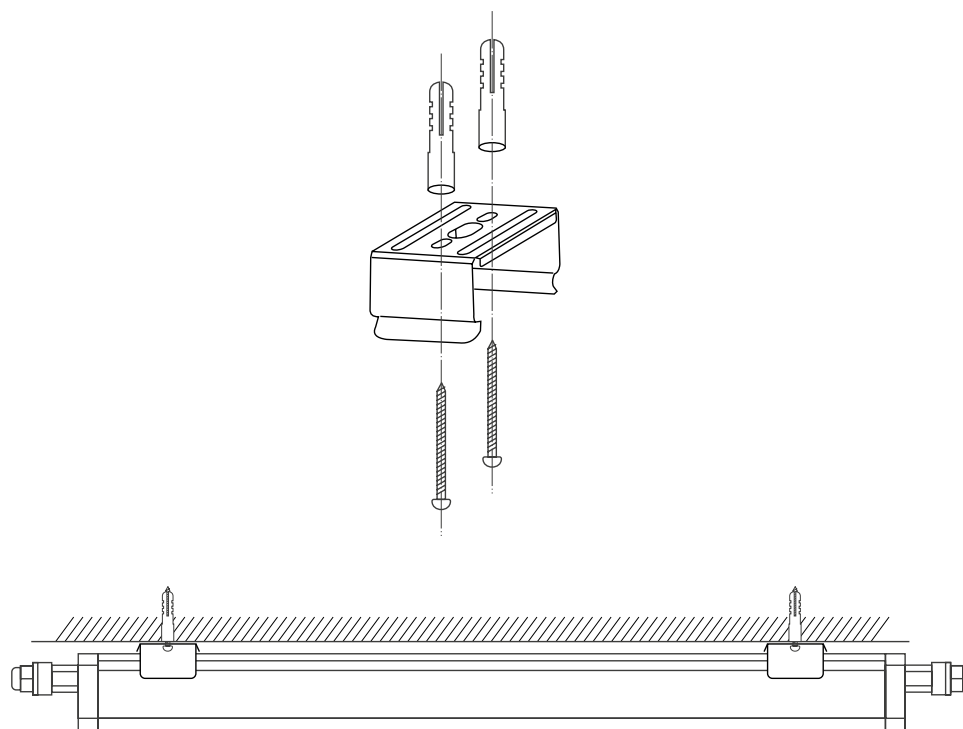

Рис. 3. Установка светильника накладным способом
- Для накладного монтажа (рис. 3) выполните разметку под скобы для светильника и закрепите их дюбель-гвоздями. Установите светильник в закрепленные скобы и зафиксируйте светильник при помощи фиксирующих винтов.